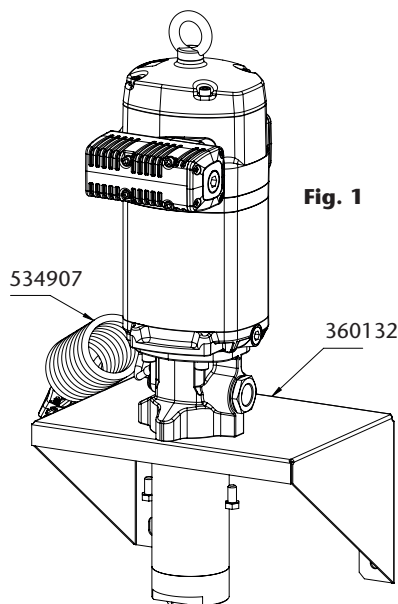

Fig. 1
- Fixation murale, à l'aide du support mural (360132). Fixer fermement au mur le support mural. Introduire la pompe par le support et la fixer à l'aide des vis fournies (Fig. 1).